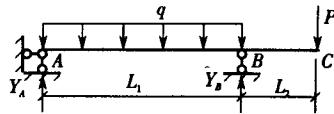

图 3-3
1. 某伸臂梁受力情况如图 3-3 所示, 其 B 点处的内力为( )。
2. 如图 3-3 所示, 其 A 点处的内力为( )。
3. 如图 3-3 所示, 其 C 点处的内力为( )。